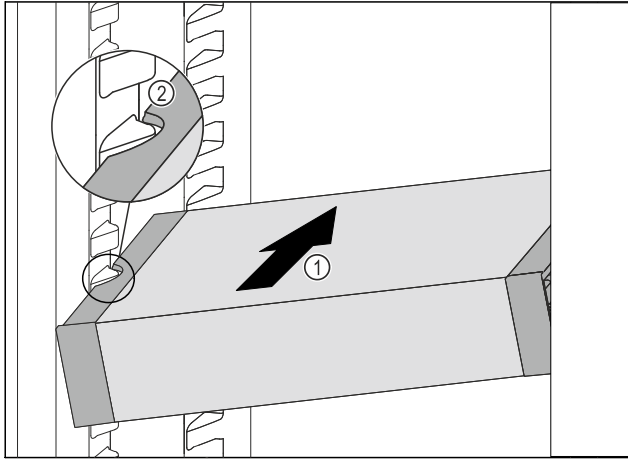

Fig. 176
- ▶ 将 VarioSafe 斜插入冷藏区中 Fig. 176 (1)，直至 VarioSafe 的侧部凹槽 Fig. 176 (2) 与冷藏区中的容器肋梁持平。